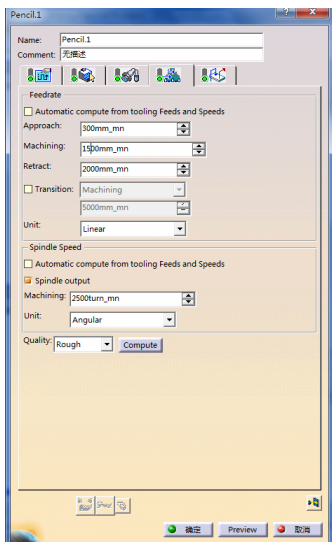

图 3-263 进给率参数选项卡（13）
4) 定义进给率。单击“Pencil.1”对话框中的, 切换到进给率参数选项卡（13），如图 3-263 所示。